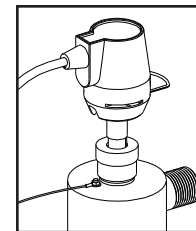

FIGURE 2D
- Lorsque la connexion est parfaite entre le connecteur et la lampe, faire glisser le connecteur par-dessus l'écrou de retenue en aluminium. Pour que le connecteur puisse glisser complètement sur l'écrou de retenue, on doit veiller à ce que la bague de retenue métallique du connecteur soit retirée du corps du connecteur. Lorsque le connecteur est parfaitement placé par-dessus l'écrou de retenue, ramener en place la bague de retenue métallique pour immobiliser le connecteur (Figure 2E). Le connecteur est muni d'un repère de positionnement par rapport à la chambre du réacteur, s'assurer que la dépression sur le connecteur (Figure 2D) soit située au-dessus de l'oreille de mise à terre située sur la chambre du réacteur.